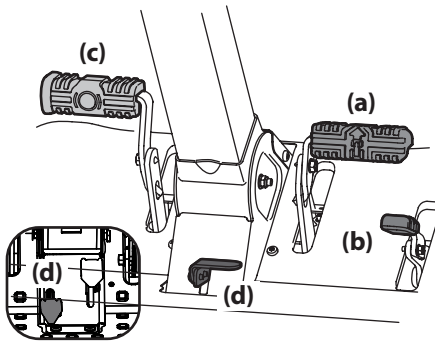

Figure 3-4
2. Pour vous déplacer en marche avant, appuyez doucement sur la pédale de marche avant (a) jusqu'à ce que vous atteigniez la vitesse désirée. Voir Figure 3-4.
6. Pour vous déplacer en marche arrière, regardez d'abord derrière vous, puis appuyez doucement sur la pédale de marche arrière avec l'avant du pied (PAS avec le talon) jusqu'à ce que vous atteigniez la vitesse désirée. Voir Figure 3-4.